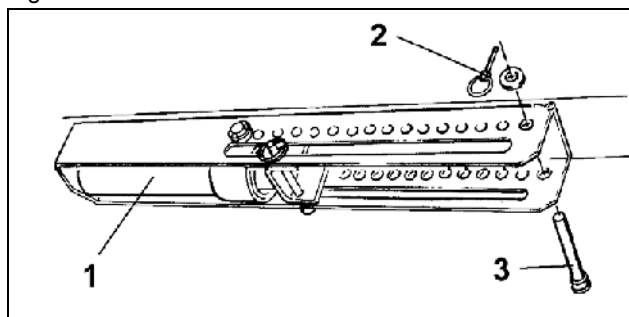

Fig. 88
- Depresurizarea cilindrului hidraulic (Fig. 88/1).
- Introduceți bolțul (Fig. 88/3) într-un orificiu al grupului de orificii și asigurați-l cu un șplint (Fig. 88/2).